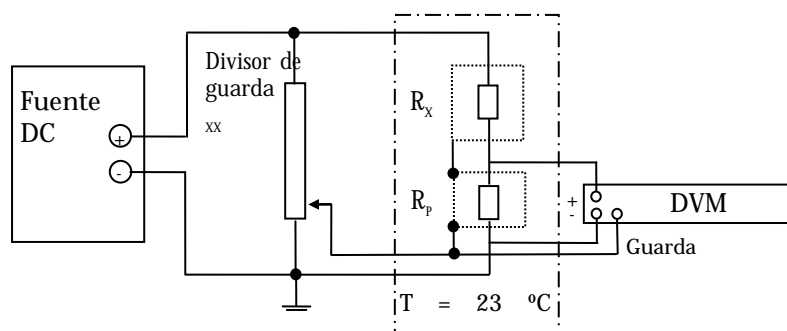

Figura 1: Banco de medición.
6.1. Armar el banco de medición según la figura 1. Se alimenta con una fuente de tensión un divisor resistivo y en paralelo se conecta el resistor incógnito (R_x) en serie al resistor patrón (R_p). La tensión de caída en este segundo es medida con un voltímetro de alta exactitud.